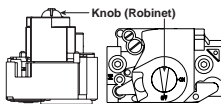

Figure 2
- Move the gas control knob clockwise  to "OFF". (See Figure 2)
- Wait five (5) minutes to clear out any gas. Then smell for gas, including near the floor. If you smell gas, STOP! Follow "B" in above information. If you don't smell gas, go to the next step.
- Move the gas control knob counterclockwise  to "ON". (See Figure 2)
- Faire tourner le robinet à gaz dans le sens des aiguilles d'une montre  pour l'amener sur la position OFF (Arrêt) (Voir Figure 2).
- Attendre cinq (5) minutes pour s'assurer de la dissipation du gaz. En cas d'odeur, ARRÊTER LE PROCÉDÉ. Suivre les instructions ci-dessus (Section B). En l'absence de toute odeur de gaz, avancer à l'étape suivante.
- Faire tourner le robinet à gaz dans le sens inverse des aiguilles d'une montre  pour l'amener sur la position ON (Marche) (Voir Figure 2).
- Move the gas control knob clockwise  to "OFF". Do not use force. (See Figure 2)
- Faire tourner le robinet à gaz dans le sens des aiguilles d'une montre  pour l'amener sur la position OFF (Arrêt) Ne pas forcer (Voir Figure 2).